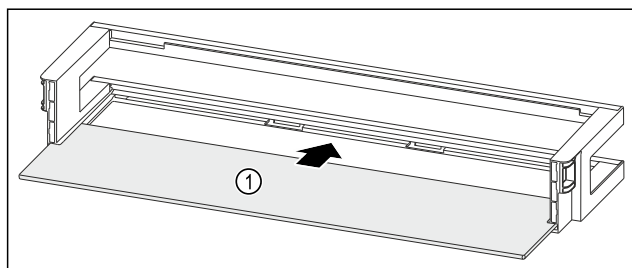

Fig. 95 Balconcino controporta con ripiano
- Inserire il ripiano Fig. 95 (1) negli incavi laterali.